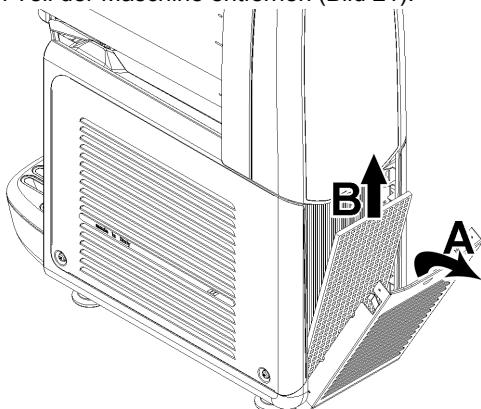

Bild 21
**2 Monatlich:** Den Staub am Filter des Kondensators am hinteren Teil der Maschine entfernen (Bild 21).